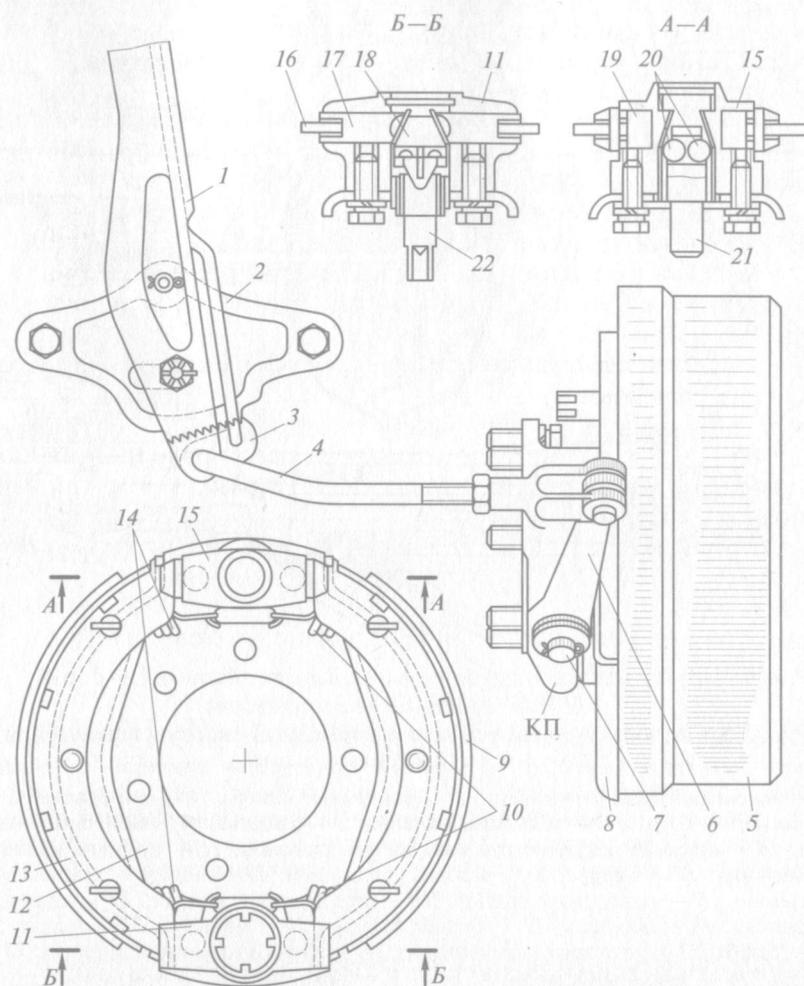

Рис. 5.6. Стояночный тормоз автомобиля ГАЗ-53А:
9. Изучить (см. рис. 5.6) и разобрать **стояночный тормоз автомобиля ГАЗ-53А (или ГАЗ-53-12)** следующим образом: